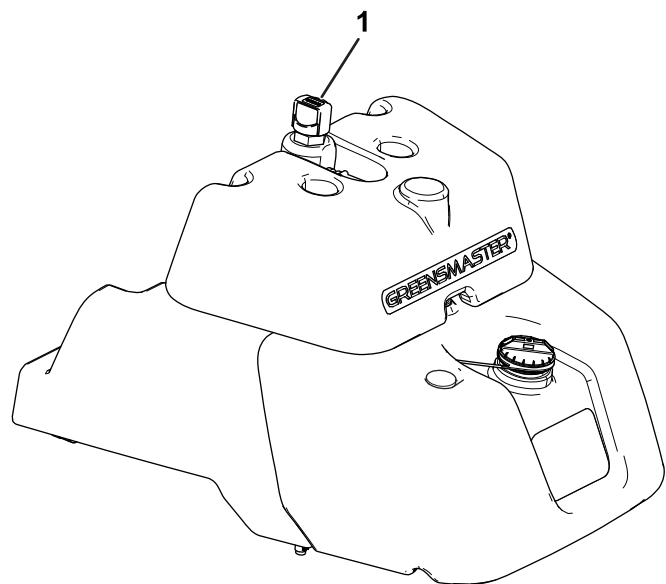

Figura 43
- Se o depósito não tiver uma janela de visualização, localize a vareta na parte superior do depósito hidráulico principal (Figura 43) e passe para o passo 3.